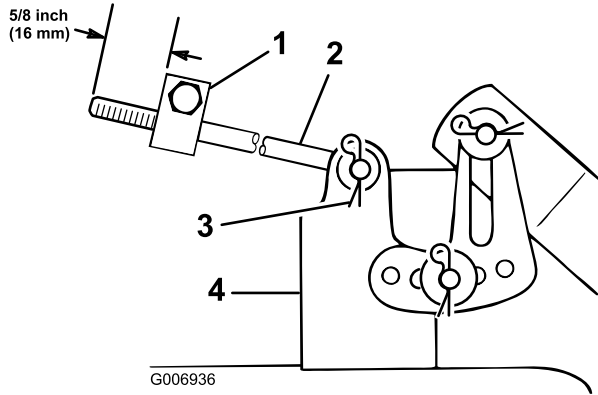

Figure 48
6. Mesurez la longueur de tige qui dépasse de l'avant du bloc de réglage sur les côtés du châssis (Figure 48). Si la longueur n'est pas égale à 16 mm, enlevez la goupille fendue et la rondelle de l'extrémité de la tige (Figure 48), puis vissez ou dévissez la tige jusqu'à l'obtention de la longueur requise.